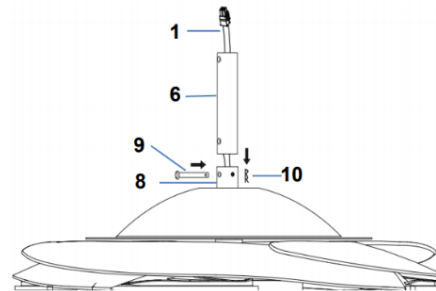

Fig. 4.3
3. Faites passer avec précaution les fils du ventilateur (1) à travers la tige descendante (6). (fig. 4.3)
4. Insérez la tige descendante (6) dans le boîtier de raccordement (8), alignez les trous de ce boîtier avec ceux de la tige descendante puis introduisez la goupille de sécurité (9) et sécurisez de l'autre côté avec le clip de verrouillage (10). (Fig. 4.3)